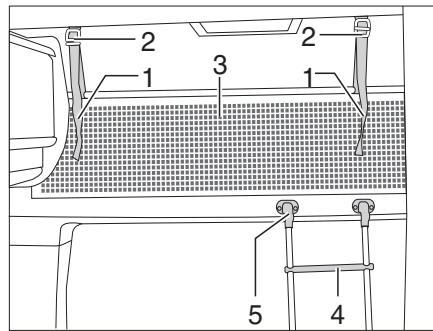

Fig. 97 Cama de alcoba
Para subir a la cama de alcoba, utilizar la escalera de ascenso (Fig. 97,4) equipada de serie.
- Enganchar la escalera con los largueros en el soporte (Fig. 97,5) del panel de la alcoba.
La red de seguridad (Fig. 97,3) viene de serie entre el colchón y el somier. Tender la red de seguridad cuando las personas ya se encuentren en la alcoba.
- Engatillar las cintas de sujeción (Fig. 97,1) en los soportes en el techo (Fig. 97,2).